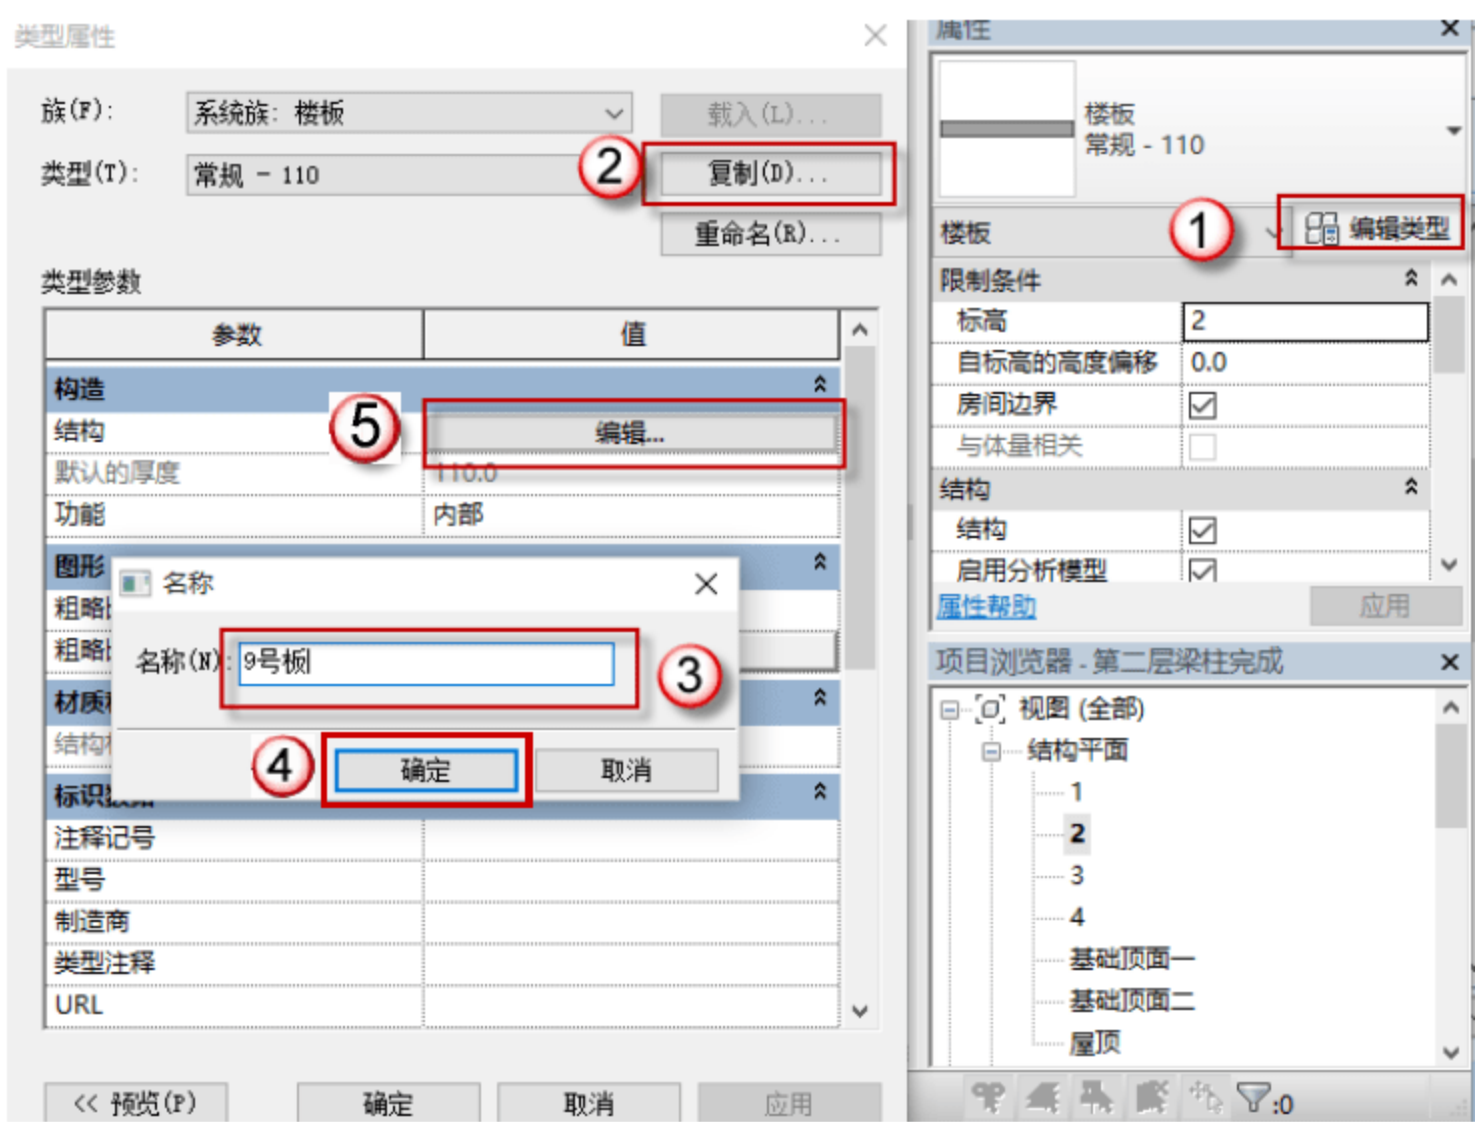

图 4.3.18 设置 9 号板参数
(18) 设置 9 号板参数，按快捷键 S+B，进入编辑模式，单击“编辑类型”按钮，在弹出的对话框中单击“复制”按钮，再在弹出的对话框中命名板号，单击“确定”按钮。单击“编辑”按钮设置参数，将板厚设置为 110，如图 4.3.18 所示。